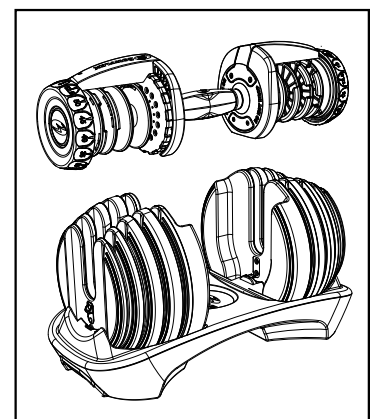

Abbildung 2
5. Wenn beide Einstellräder auf 2 gestellt sind, ziehen Sie die Hantel an der Stange nach oben. So wird nur die Hantel selber ohne Gewichtsscheiben aus der Halterung entfernt (Abb. 2) Die Hantel wiegt ohne Scheiben 2 kg.